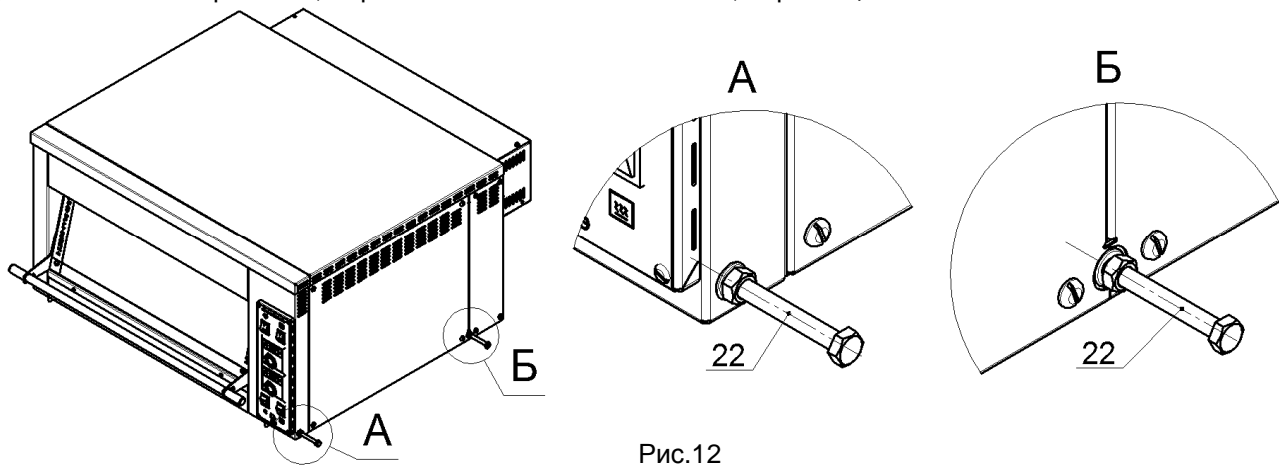

Рис.12
12. Для перемещения и установки печи на подставку, необходимо вернуть, на 15...20мм болты М8х90 с навёрнутыми гайками (поз.22, из комплекта подставки) в резьбовые отв. на нижних углах печи, законтрить гайки М8, как показано на рис.12 и, берясь за болты ближе к гайкам, перемещать печь.